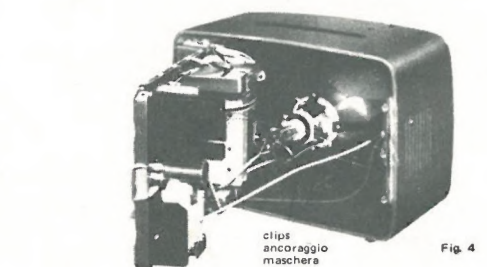

Fig. 4
- La bassetta CS (circuiti stampati), tolta la vite "B", può essere ruotata a sinistra di circa 90° (fig. 4) per consentire verifiche e riparazioni. Nella necessità di doverla separare completamente dal televisore, procedere come segue:
- Per asportare la maschera frontale, sganciare dai 2 clips di ancoraggio (fig. 4) gli appositi tiranti a molla ed estrarre le manopole dei comandi luminosità, contrasto, interruttore-volume.